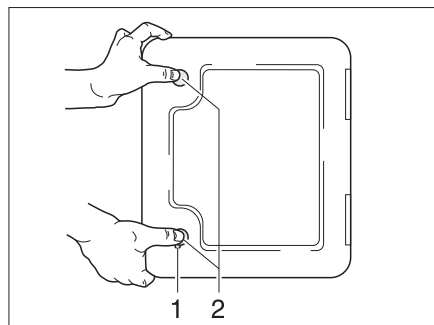

Fig. 155 Portillon pour la toilette à cassette
- Ouvrir le portillon pour la cassette à l'extérieur du véhicule. Insérer pour cela la clé dans le barillet du verrou de pression (Fig. 155,1) et la tourner d'un quart de tour.
- Appuyer du pouce et simultanément sur les deux verrous de pression (Fig. 155,2) et ouvrir le portillon pour la cassette.